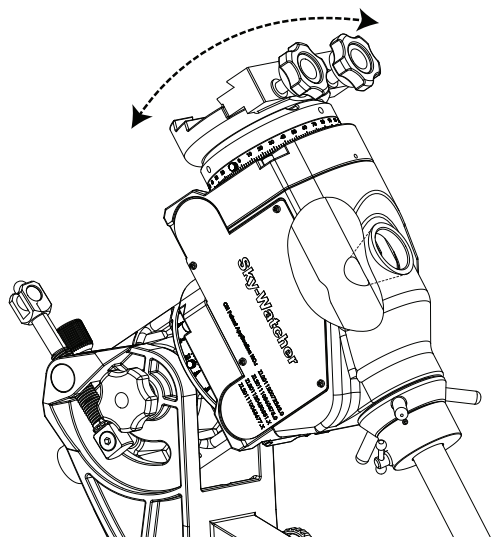
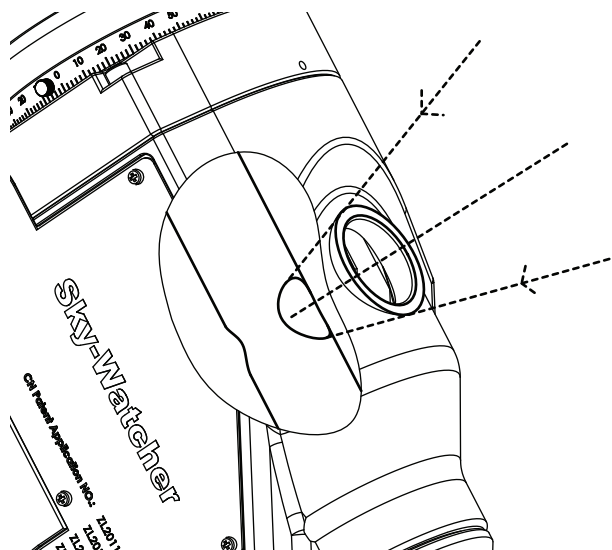

Fig. 3.1a
Fig. 3.1b
3. Retirez le bouchon du viseur polaire sur la monture, desserrez le frein puis tournez l'axe de dec. pour aligner la lumière ménagée dans l'axe avec l'ouverture du viseur et ainsi éclairer intégralement le viseur polaire. Resserrez le frein de l'axe de dec. (Fig. 3.1a & Fig. 3.1b).